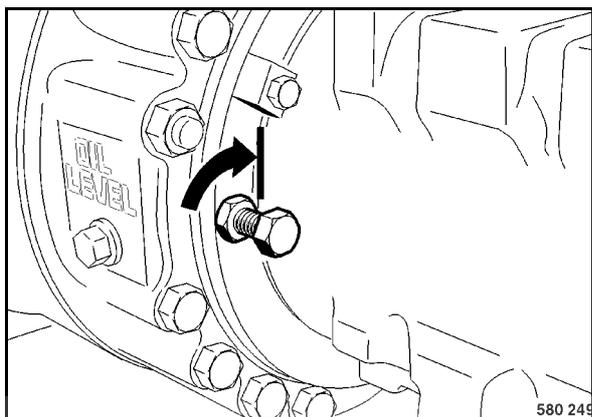

fig. 115
- Revisser les vis de desserrage du frein (fig. 115) jusqu'en butée dans le piston de frein.